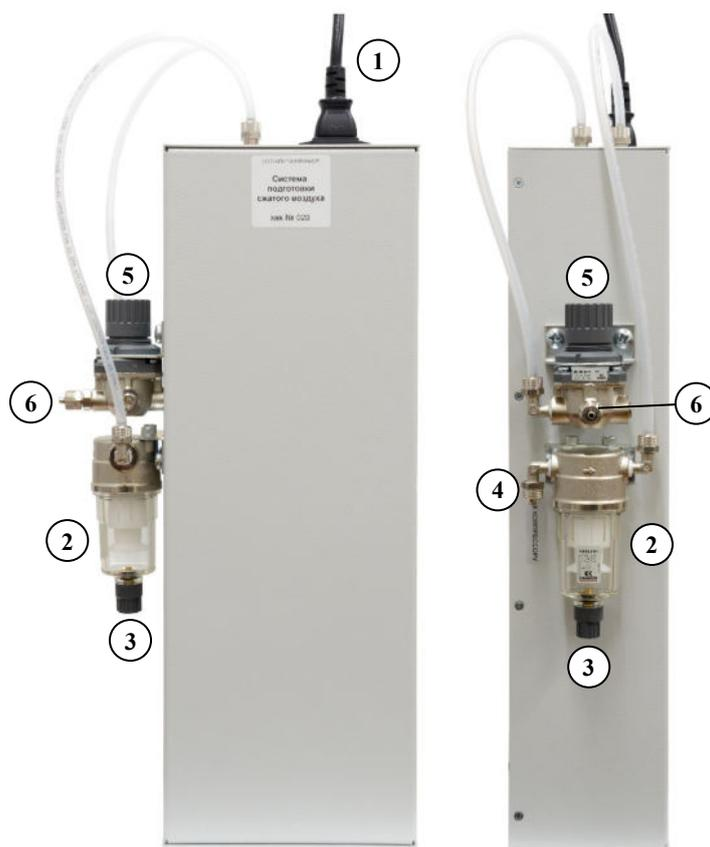

Рисунок 35 – Блок подготовки сжатого воздуха:
1.4. Блок подготовки сжатого воздуха (Рисунок 35) (первая ступень) содержит конденсатоотводчик, систему осушки с холодной регенерацией, встроенный выходной фильтр и редуктор.
2.6. Трубка для подключения компрессора имеет на одной стороне быстроразъемное соединение для подключения компрессора. Подключите её концом без штуцера к входному штуцеру конденсатоотводчика блока подготовки сжатого воздуха (2 и 4 на Рисунок 35), используя гаечный ключ на 12.
2.7. Трубкой без разъемов подключите выход блока подготовки сжатого воздуха (6 на Рисунок 35) к штуцеру «ВХОД ГАЗА» генератора (см. Рисунок 2), используя гаечный ключ на 12.
2.9. Подключите шнур питания к блоку подготовки сжатого воздуха (1 на Рисунок 35) и к розетке, имеющей клеммы заземления.
3.5. При заполнении конденсатоотводчиков блока подготовки сжатого воздуха (2 на Рисунок 35) или компрессора (при наличии у него конденсатоотводчика) до уровня 50% требуется провести сброс конденсата из них следующим образом:
- 3) подставить под конденсатоотводчиком (2 на Рисунок 35) ёмкость;
- 4) повернуть вентиль сброса конденсата (3 на Рисунок 35) до упора;